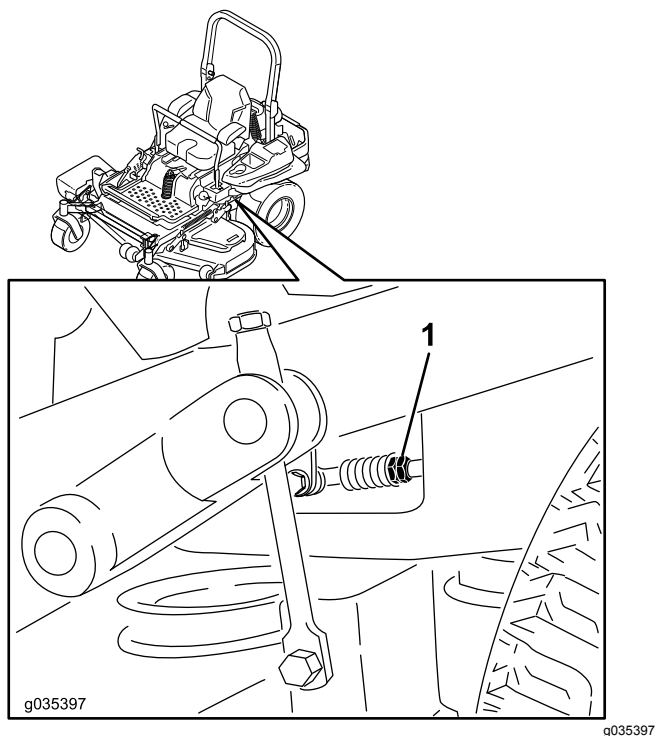

Figure 89
9. Réglez la longueur des tiges de commande de pompe en tournant les doubles écrous dans le sens voulu jusqu'à ce que les roues tournent légèrement en arrière (Figure 89).